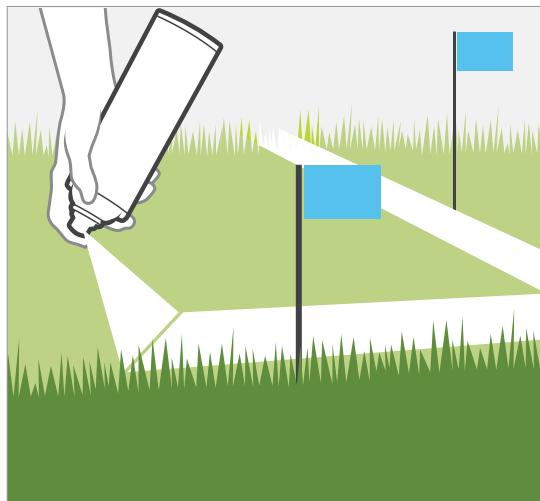

Figura 1
1. Con pintura en spray y banderolas, indique las líneas de tubería desde el P.O.C. hasta las ubicaciones de los colectores de válvulas. Marque el trazado del sistema de riego Figura 1.